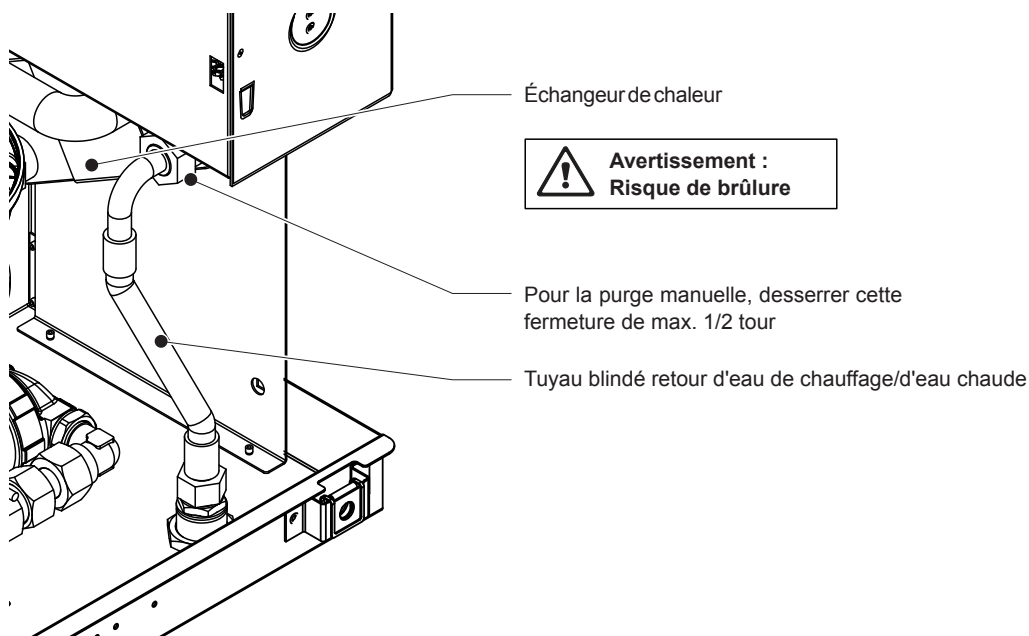

Fig. 45: Purge manuelle du circuit d'eau chaude des variantes HW et WW
- Placez un chiffon absorbant sous la fermeture de l'échangeur de chaleur (voir *Fig. 45*).